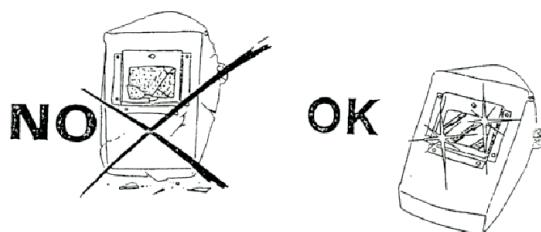

FIG. 2
- Användarna ska använda bära en icke brännbar svetshjälm eller visir, konstruerade så att halsen, ansiktet och även sidorna skyddas. Hjälmen eller visiret ska vara försett med skyddsglas, avsett för den svetsprocess och svetsström som används. Glasskärmen måste vara ren och omedelbart bytas om den är söndrig eller spräckt (Fig. 2). Det är god praxis att montera en transparent glasskiva över det tonade glaset, mellan det och svetsområdet. Denna glasskiva kan ofta bytas när svetsloppor och avlagringar sänker genomskinligheten. Vid arbete på ytbehandlade plåtar som avger toxiska ångor vid upphettning ska en luftförsedd andningsmask användas.